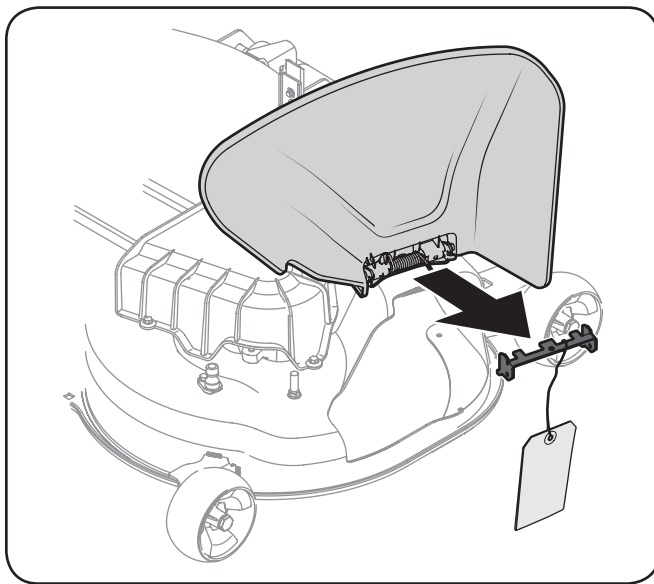

Figura 3-7
7. Sosteniendo el deflector del canal hacia arriba por completo, quite la traba de seguridad. Baje el deflector del canal y deseche la traba de seguridad. Vea la Figura 3-7.